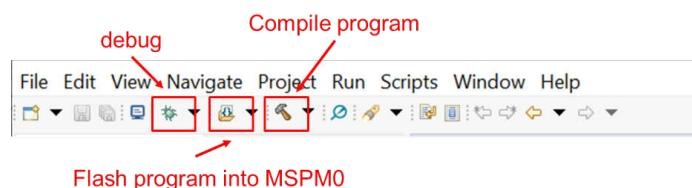
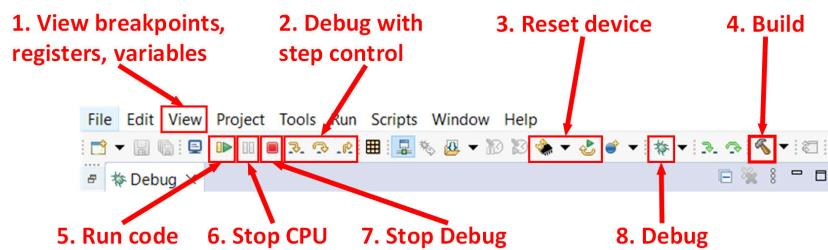

图 2-20. 常用功能
图 2-21. 常用调试功能
3. 图 2-20 和图 2-21 简要介绍了 CCS 函数。